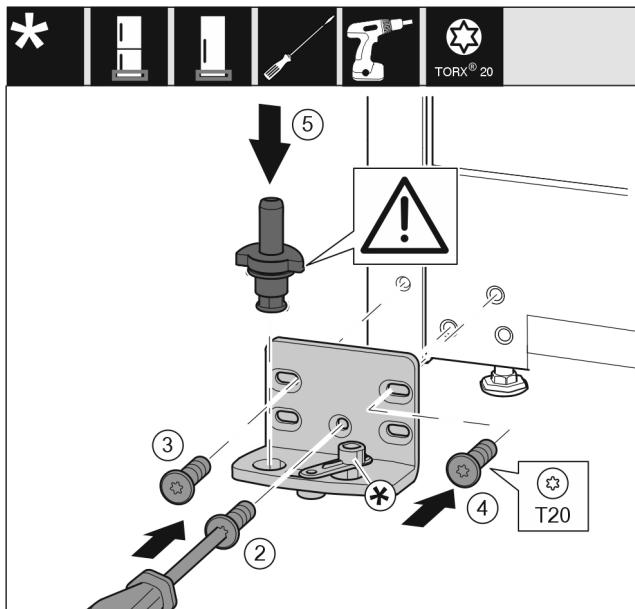

Fig. 16
- ▶ Εφαρμόστε το στήριγμα στην άλλη πλευρά και βιδώστε το με τη βοήθεια ενός κατσαβίδιου T20. Αρχίστε με τη βίδα 2 κάτω στο κέντρο. Fig. 16 (2)
- ▶ Σφίξτε τη βίδα 3 και 4. Fig. 16 (3,4)
- ▶ Τοποθετήστε ολόκληρο τον πείρο. Βεβαιωθείτε ότι το έκκεντρο ασφάλισης είναι στραμμένο προς τα πίσω. Fig. 16 (5)